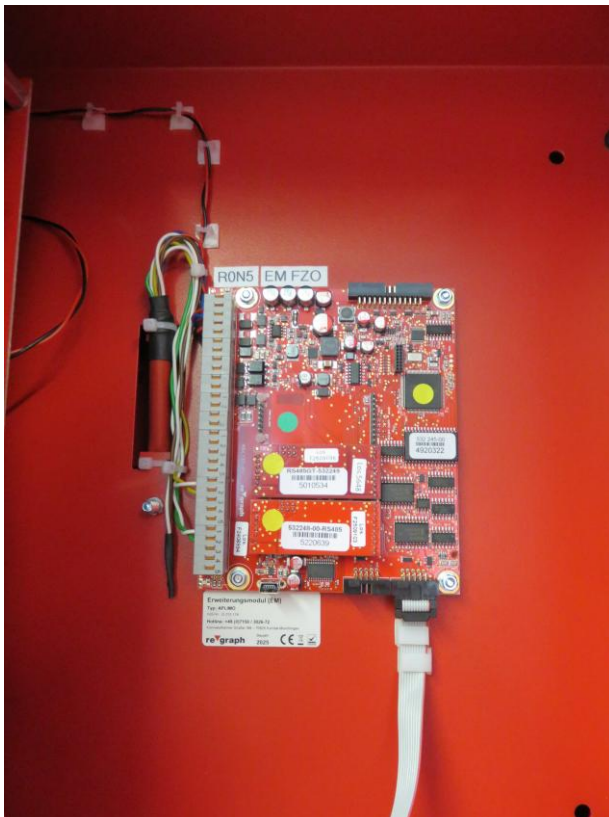

Abbildung 10: EM hinter Einbauplatz FAS
Auch in den FAS können FZO zum Einsatz kommen. Aufgrund der Dimensionen und Entfernungen innerhalb der FAS-Einbauplätze kann die Erweiterung über ein Erweiterungsmodul (EM) notwendig werden. Die EM-Platine ist hinter den Modulen bzw. Einbauplätzen montiert (siehe Abbildung 10).